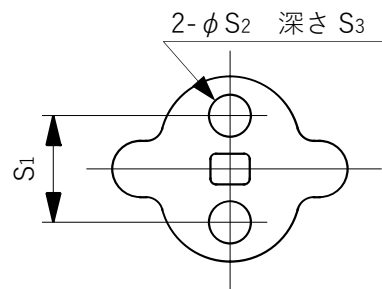
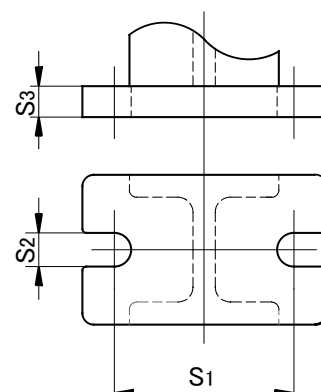

図 5.5-3 ボトムスタンド
図 5.5-4 ボトムスタンド
- 1) パネル(架台)にボルト締結穴を加工します(図 5.5-3, 図 5.5-4, 表 5.5-1)。